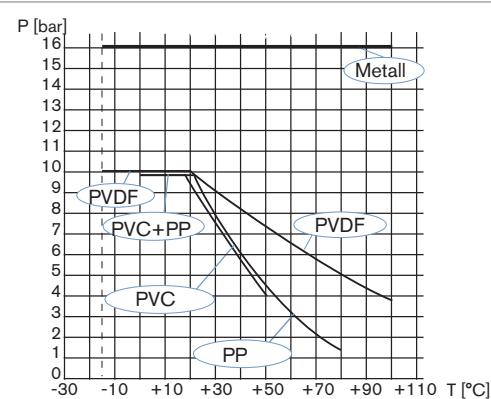

Bild 1: Kurve der Temperatur-Druck-Abhängigkeit des Fittings S030 allein
- PN10 für die Fittings aus Kunststoff, je nach Temperatur der Flüssigkeit, siehe Bild 1.